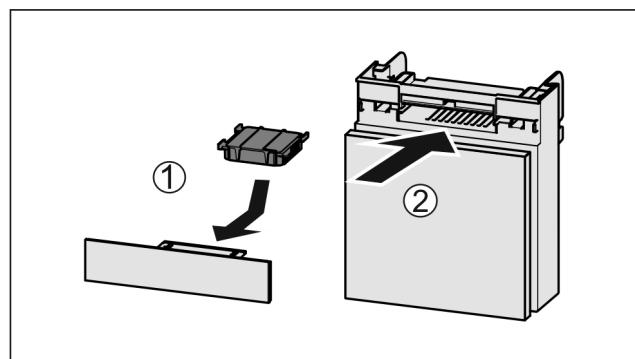

Fig. 128
- Aktivni ogleni filter vstavite Fig. 128 (1) skladno s prikazom na sliki.
- Predal potisnite noter Fig. 128 (2).